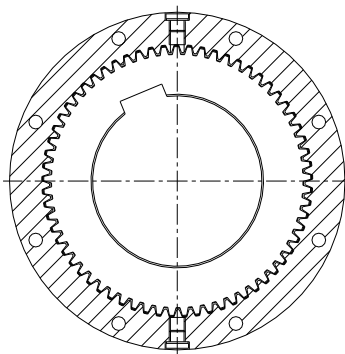

Fig. 11 : Bouchons en position verticale
- Orienter l'accouplement de façon à avoir les bouchons filetés à verticale (fig. 11).